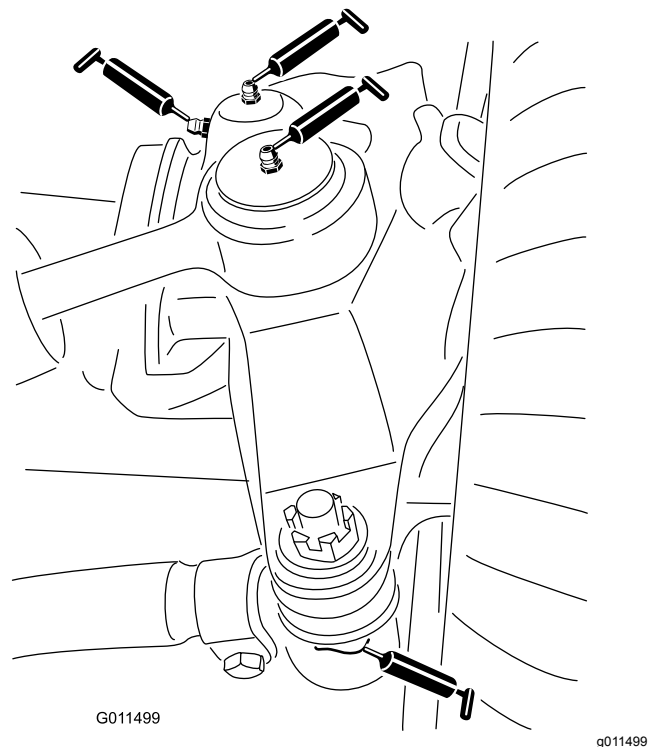

Bild 66
- Zwei Lenkzylinder-Kugelgelenke (Bild 66)
- Zwei Spurstangen-Kugelgelenke (Bild 66)
- Zwei Achsschenkelbüchsen (Bild 66).